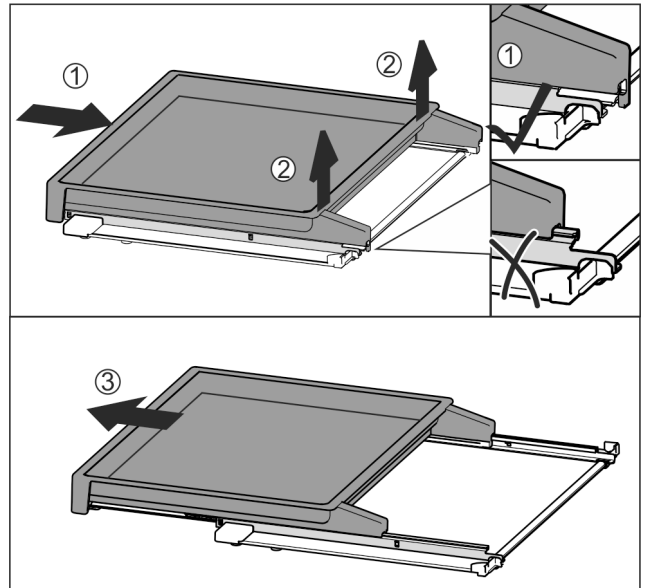

Fig. 61
- ▶ Úplne zasunúť vyťahovaciu poličku Fig. 61 (1).
- ▶ Uvoľniť západku na zadnej strane Fig. 61 (2).
- ▶ Vyberte vyťahovaciu poličku smerom dopredu Fig. 61 (3).